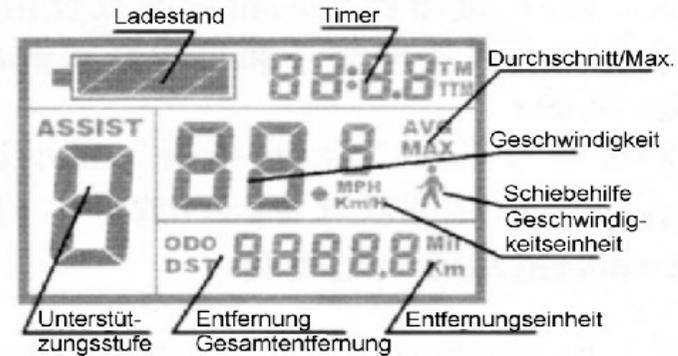

Abbildung 1
2.1 Anzeige unter Normalbedingung (siehe Abbildung 1)
2.2 Anzeigedaten zur Fahrt (siehe Abbildung 1)